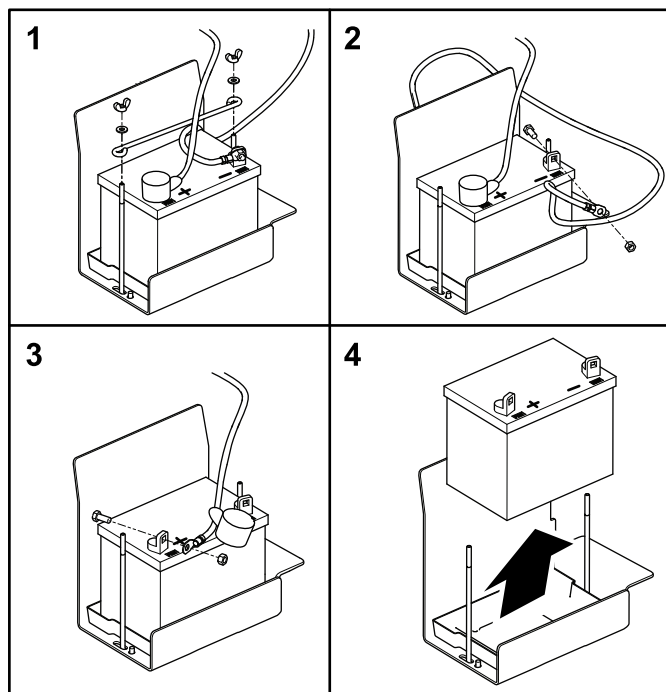

Figura 54
2. Retire as porcas de orelhas e as anilhas que fixam o suporte da bateria (Figura 54).